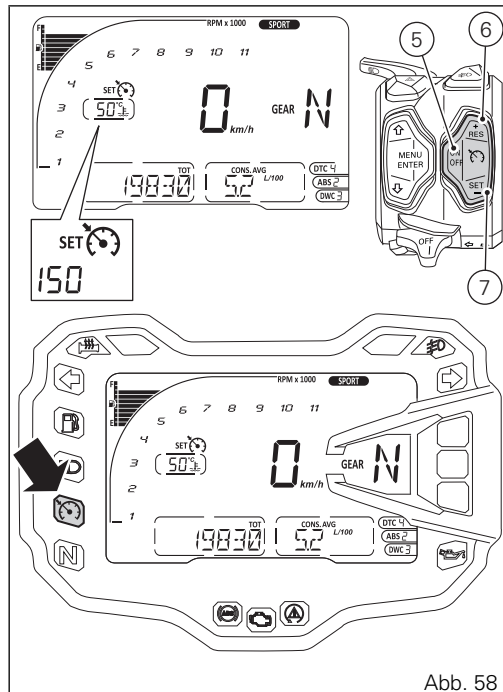

Abb. 58
Auf das Drücken der Taste (7, Abb. 58) SET wird die aktuelle Fahrgeschwindigkeit als gewünschter Wert übernommen und eingestellt.
Die eingestellte Fahrgeschwindigkeit kann durch Drücken der jeweiligen Taste (6, Abb. 58) und (7, Abb. 58) erhöht oder herabgesetzt werden.
Wurde das System einmal freigeschaltet, kann die aktuelle Geschwindigkeit als gewünschte Fahrgeschwindigkeit gewählt werden, indem man die Taste RES (6, Abb. 58) oder die Taste SET (7, Abb. 58) drückt: Die Taste RES (6, Abb. 58) drücken, wenn zuvor noch keine Zielgeschwindigkeit eingegeben wurde.
Drückt man aus dem Stand-by-Modus die Taste RES (6, Abb. 58) und wurde zuvor eine Zielgeschwindigkeit eingegeben und sind die Betriebsbedingungen angemessen, kehrt das System wieder in seine Funktionsweise zurück und bringt die Fahrzeuggeschwindigkeit auf die letzte, vom Benutzer eingegebene Zielgeschwindigkeit.
- durch Drücken der Taste (5, Abb. 58):